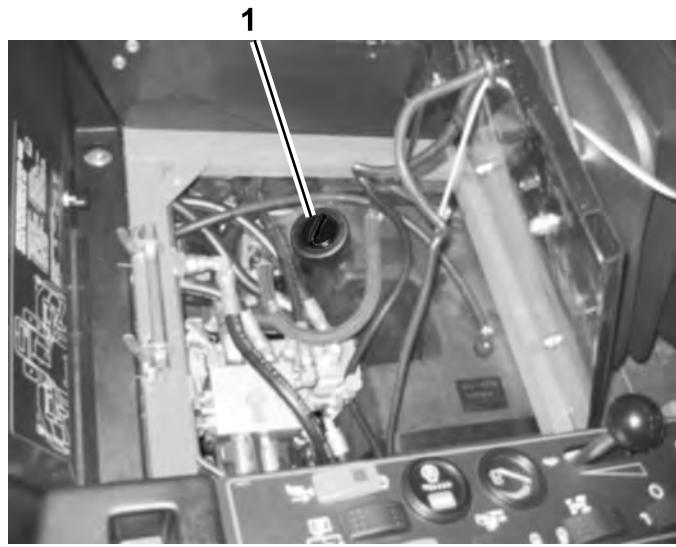

Figure 69
3. Remplissez le réservoir (Figure 69) d'environ 30 litres d'huile hydraulique (voir Contrôle du niveau de liquide hydraulique).